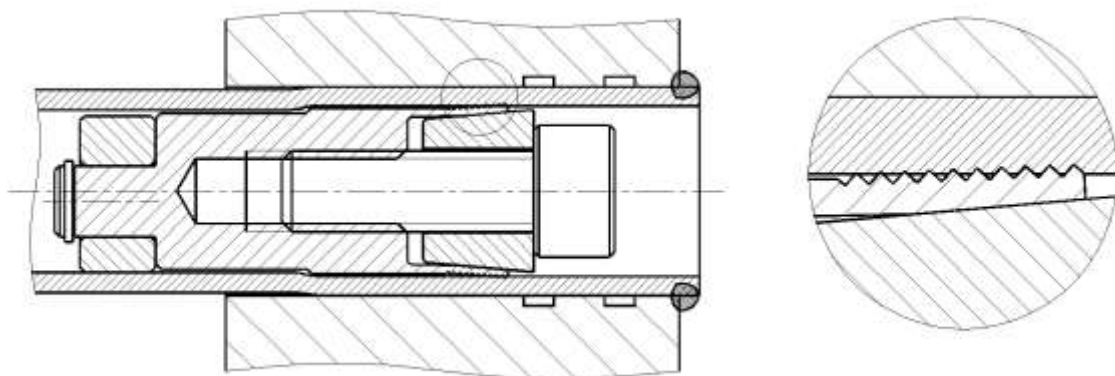

Рис. 6. Заглушка, закрепленная в трубе
4.2.3. Вставить в головку винта шестигранный ключ (или головку с шестигранником) и ввинтить винт в корпус заглушки с выбранным значением крутящего момента согласно таблице 3. При этом кольцевые выступы на корпусе заглушки внедрятся в поверхность стенки трубы и обеспечат её герметичность (рис. 6).